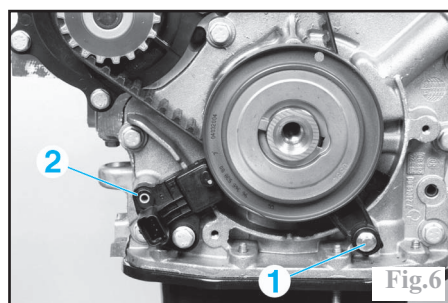
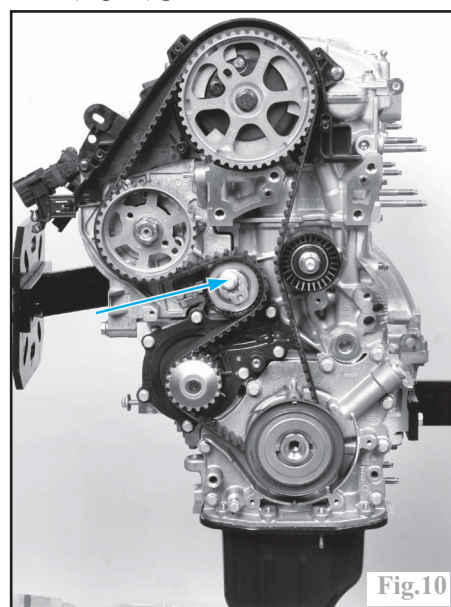

Fig.6
Fig.10
-le capteur de régime moteur (2) ainsi que l'équerre anti décalage (1) (Fig.6).
Desserrer la vis de fixation du galet tendeur (Fig.10) pour détendre la courroie.
- Serrer la vis de fixation du galet tendeur (Fig.10).
- l'équerre anti-décalage (1) (Fig.6) et serrer à **0,5 m.daN**.
- le capteur de régime (2).
- Desserrer la vis du galet tendeur (Fig.10).